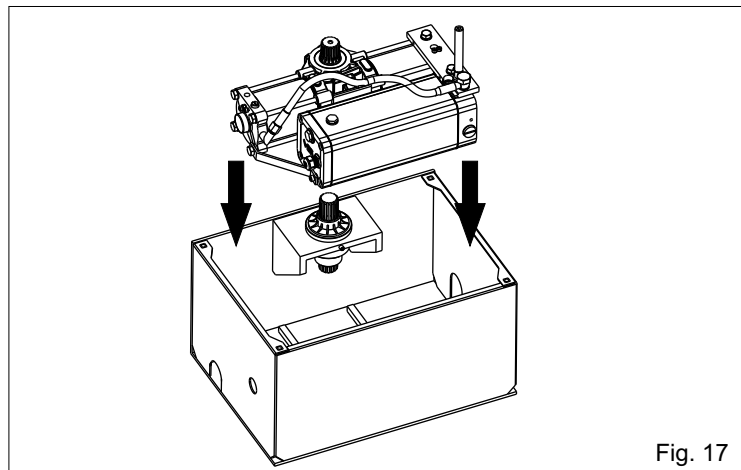
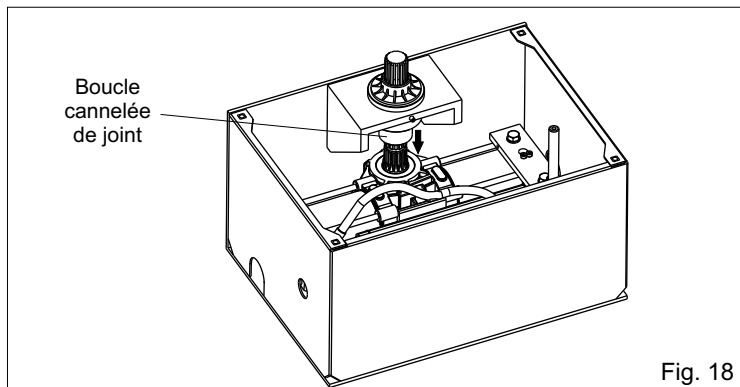

Fig. 17
Fig. 18
4.3. Introduire manuellement l'opérateur à l'intérieur de la caisse portante (Fig. 17) et coupler le pignon de l'opérateur et le pignon de la caisse utilisant la boucle cannelée de joint (Fig. 18).